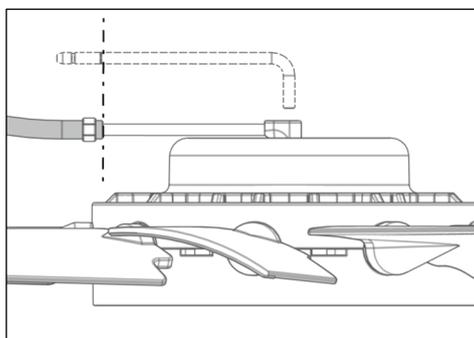

Fig. 19
- 9) Inserire il tubo flessibile pneumatico sul tubo di ingresso aria fino alla tacca (25 mm / 0.984") (Fig. 19).